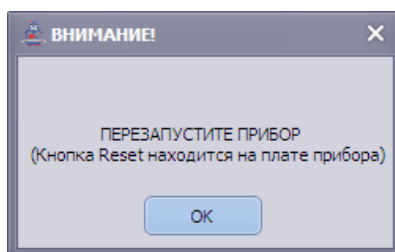

Рисунок 15
3.5.12 После связывания всех радиоканальных ОИ с прибором закрыть окно configurатора. В результате выполнения этой команды на экране ПЭВМ появится окно с сообщением (рисунок 15).